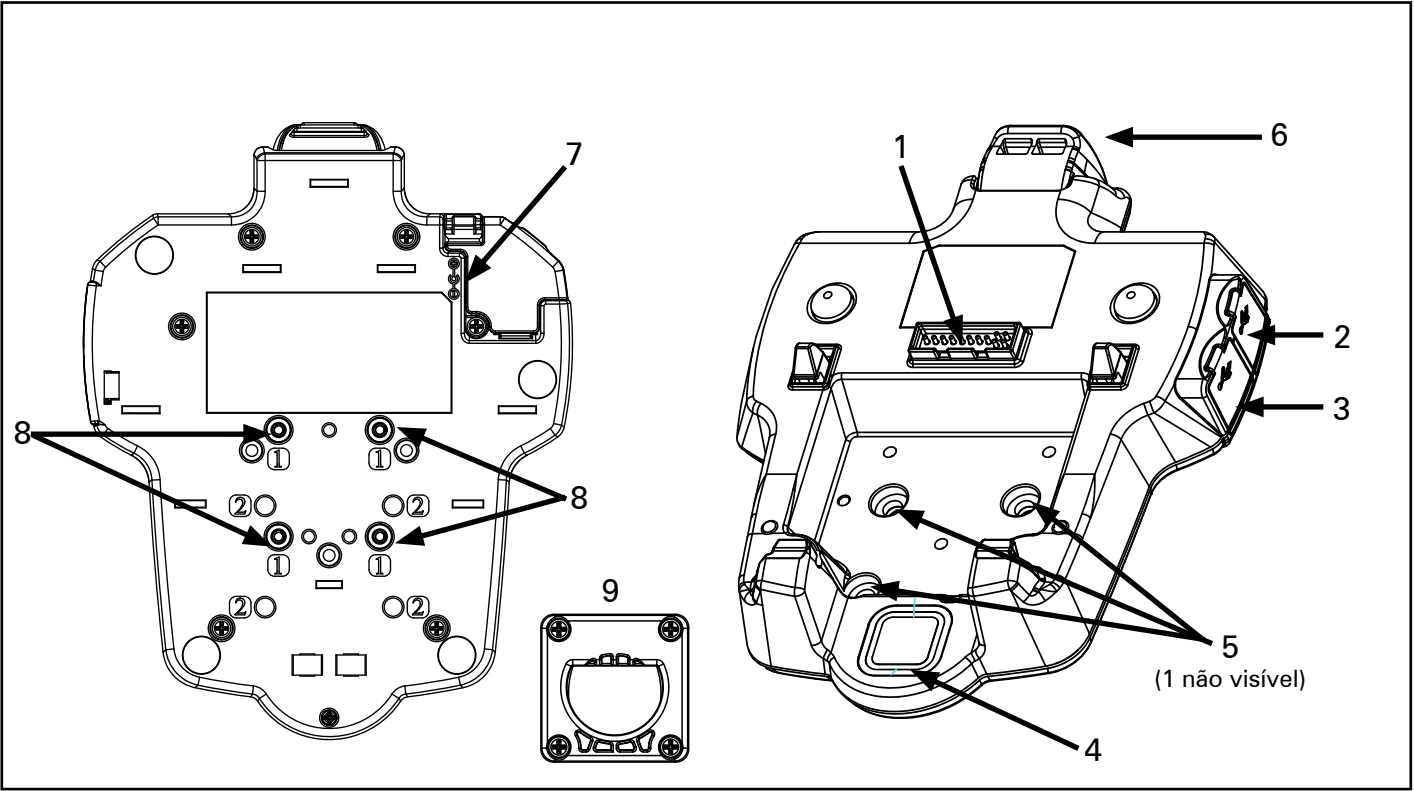

Figura 1: Base veicular ZQ500
2. Conecte o adaptador de alimentação na parte inferior da base (Figura 1, item 7).
3. Conecte o cabo USB na porta micro USB da base, se aplicável. (Figura 1, item 3).
- Verifique se o LED indicador de carga  na parte frontal da impressora e o LED indicador de alimentação (Figura 1, item 4) no painel da base estão acesos.
1. Empurre o botão Eject (Ejetar) (Figura 1, item 6) na parte traseira da base para a direção mostrada abaixo.
A base possui LED indicadores no painel frontal. O LED de alimentação (Figura 1, item 4) fica verde quando a base é alimentada com a energia. O status de carga será exibido no LED de carga do painel frontal da impressora.